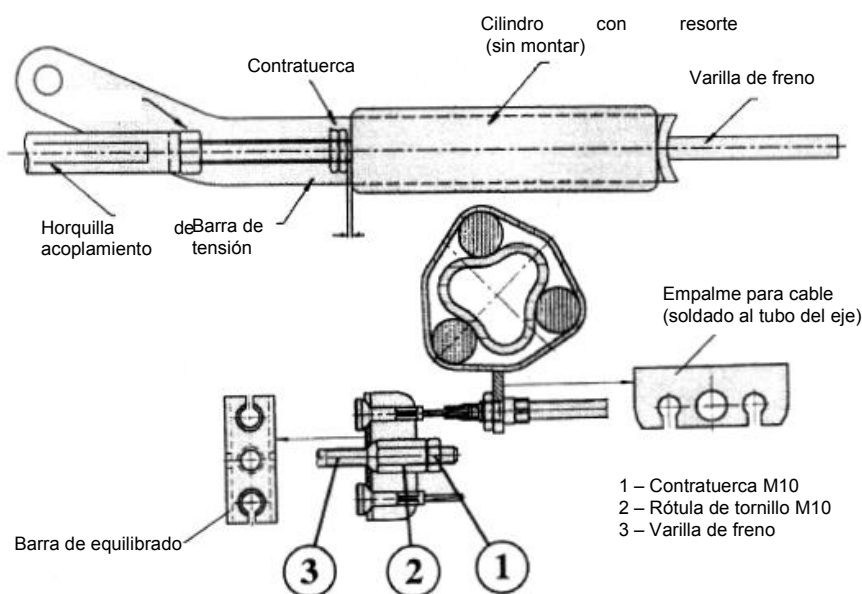

Figura 9.5 – Esquema del sistema de freno/detalle
7. Revise el ajuste en el extremo del cable de freno, donde se une con el empalme (contrafuerte) soldado en el centro del eje. Una vez suelto el cable interior, éste debe sobresalir una longitud comprendida entre 5 y 8 mm (figura 9.5).